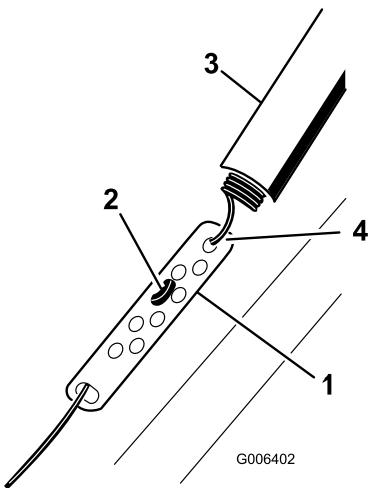

Figure 9
1. Remontez la protection du ressort et décrochez le ressort de la biellette de réglage (Figure 9).